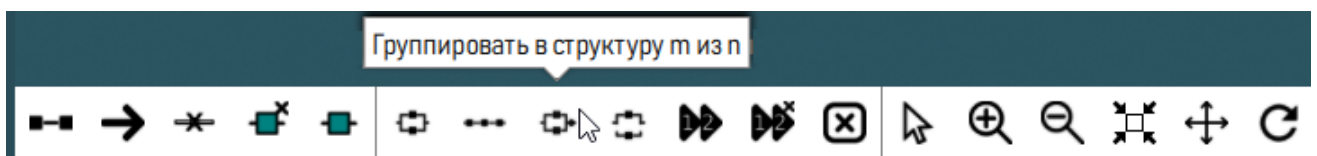

Рисунок 314 – Кнопка  «Группировать в структуру m из n »
4) В верхней части рабочего окна нажать кнопку  «Группировать в структуру m из n » (рисунок 314).